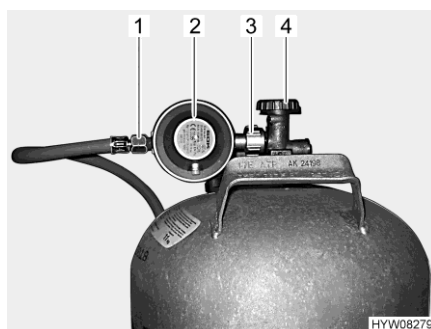

Fig. 66 Conexión de la bombona de gas
- Cerrar la llave de paso principal (Fig. 66,4) de la bombona de gas. Observar el sentido de la flecha.
- Retener el regulador de presión de gas (Fig. 66,2) y abrir la tuerca moleteada (Fig. 66,3) (por lo general, rosca a la izquierda).
- Retirar el regulador de presión de gas con la goma del gas (Fig. 66,1) de la bombona de gas.
- Colocar el regulador de presión de gas (Fig. 66,2) con goma del gas (Fig. 66,1) en la bombona de gas y apretar la tuerca moleteada (Fig. 66,3) (por lo general, rosca a la izquierda). **No** apretar demasiado firmemente.